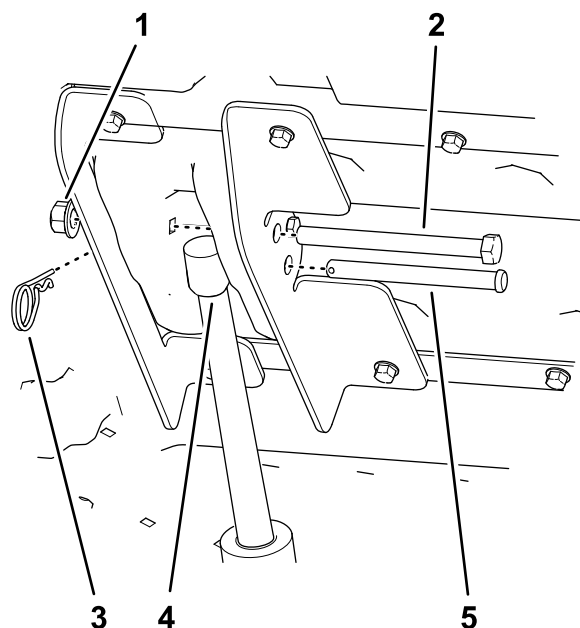

Bild 7
1. Nehmen Sie die Sechskantschraube (1/2" x 5 1/2") und Sicherungsmutter (1/2") von den inneren und äußeren Hubhalterungen ab (Bild 7).
2. Nehmen Sie den Splint vom Lastösenbolzen (3 1/2") und den Lastösenbolzen (3 1/2") von der Hubaktuatorstange ab (Bild 7).